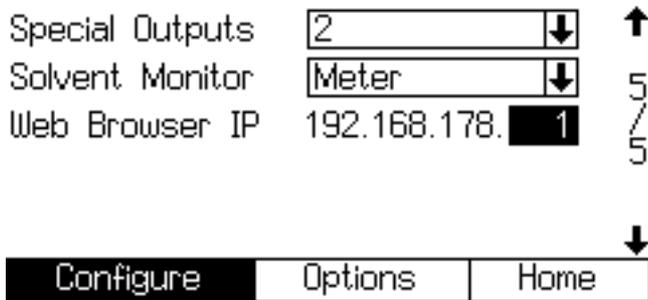

ABB. 5 Systemkonfigurations-Bildschirm 5
- Gehen Sie am EasyKey zum Systemkonfigurations-Bildschirm 5 und notieren Sie sich die diesem EasyKey zugewiesene IP-Nummer. Siehe ABB. 5.